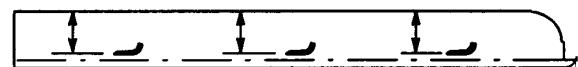

Fig. 11
2. Fare girare la lama fin quando le estremità saranno volte avanti e indietro. Misurare dall'interno dell'apparato di taglio fino al tagliente anteriore della lama (Fig. 11), e prendere nota di questa dimensione.